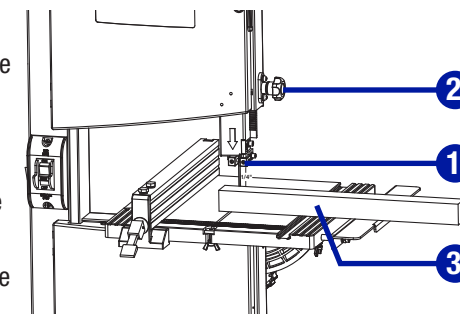

Fig. 25
**DÉCOUPE DE CONTOURS (Fig. 25 et 26)**
- Réglez le guide-lame supérieur (1) à l'aide de la molette du guide-lame (2) afin que le guide-lame supérieur se trouve à 1/4 po (6,35 mm) de la pièce (3).
- À l'aide des deux mains, tenez la pièce (3) à plat contre la table de travail (4) et guidez-la le long du chemin souhaité.